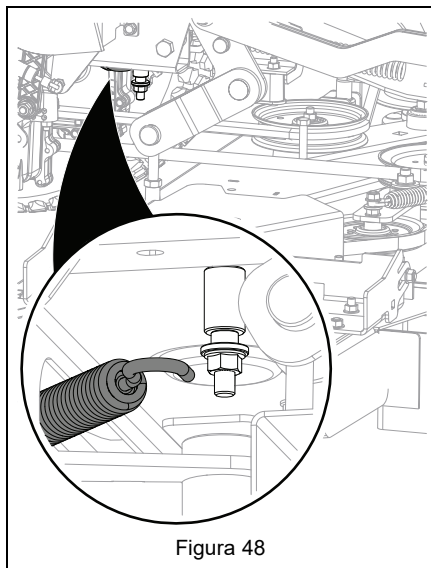

Figura 48
3. Por debajo de la unidad, suelte con cuidado el gancho del muelle del perno de anclaje para aflojar la tensión de la polea tensora del transeje. Consulte Figura 48.